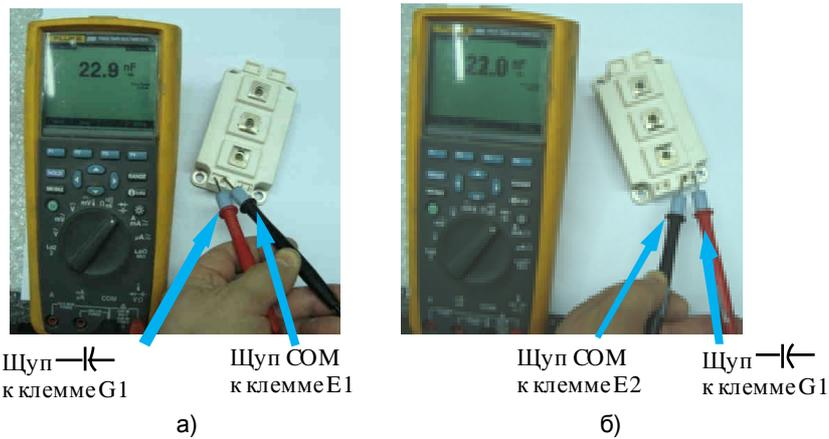

Рис. 7.3
7.2.2. Установить мультиметр в режим измерения емкости и поочередно измерить емкость в нанофарадах между каждой парой вводов: верхнего плеча G1-E1 (рис. 7.3а) и нижнего плеча G2-E2 (рис. 7.3б).